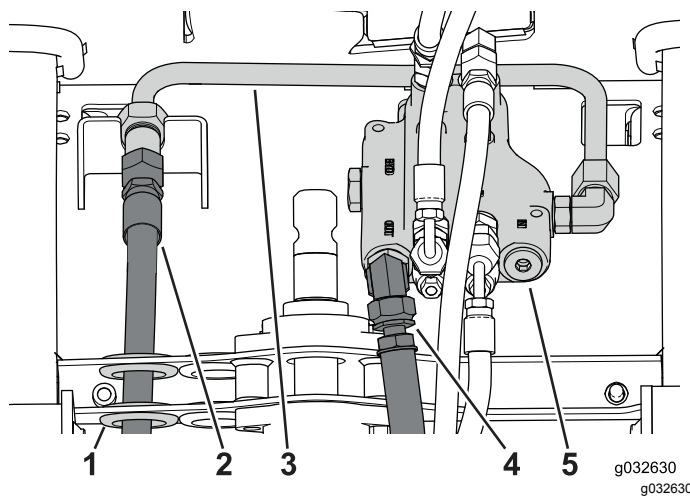

Figura 82
5. Encaminhe o tubo de alimentação através do olhal e ligue-o ao conector do tubo (Figura 82).
6. Ligue o tubo de retorno à válvula de controle (Figura 82).